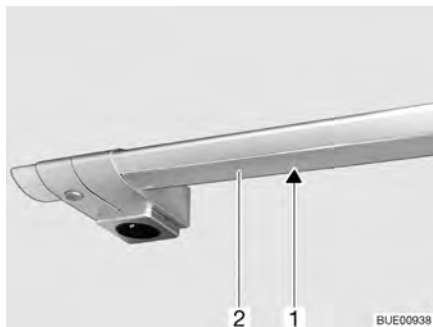

Bild 212 Köksbelysning
- Tryck ihop kåpan (Bild 212,2) något med bägge händerna och dra nedåt. Börja dra ut lampglaset antingen längst ut till höger eller längst ut till vänster.
- Tag ut halogenlödampnan (Bild 212,1).